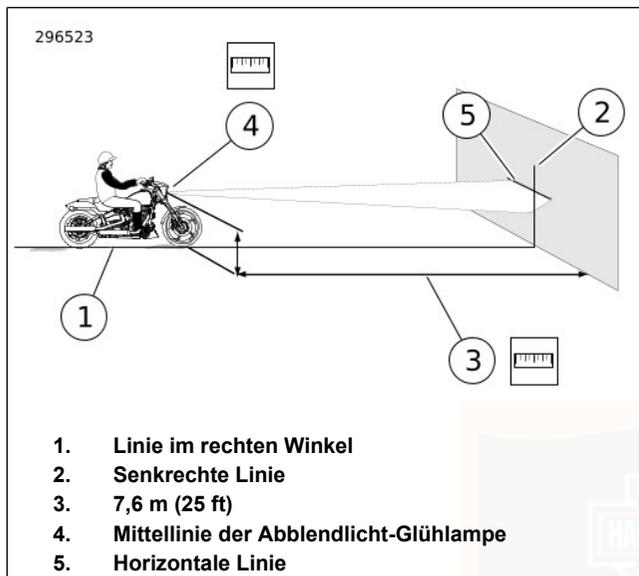

Abbildung 80. LED-Scheinwerferausrichtung
1. Siehe Abbildung 80. Das Motorrad auf einer Linie (1) im rechten Winkel zur Wand parken.